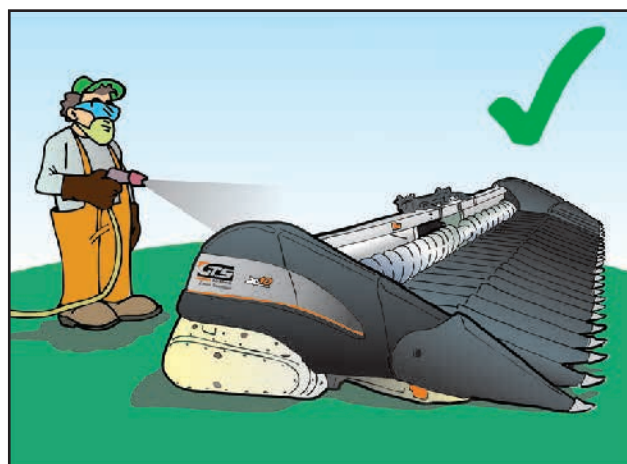

Figura 53
- Pulverize com óleo ou qualquer outro produto para esta finalidade, veja figura 53.